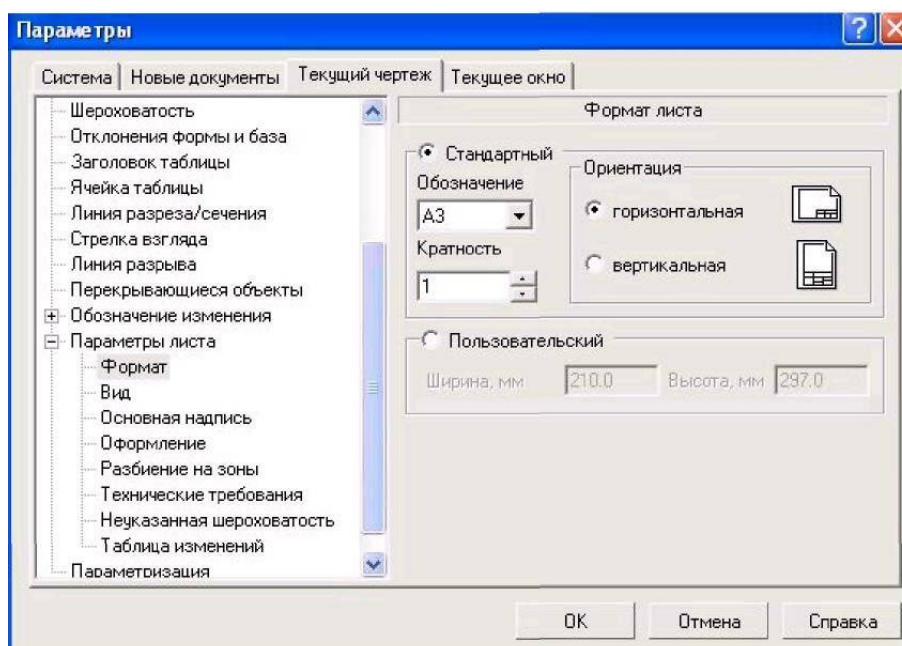

Рис. 1.13. Диалоговое окно Параметры
2) в появившемся диалоговом окне «**Параметры**» выбрать строку **Параметры листа**, а затем строку **Формат** (рис. 1.13);